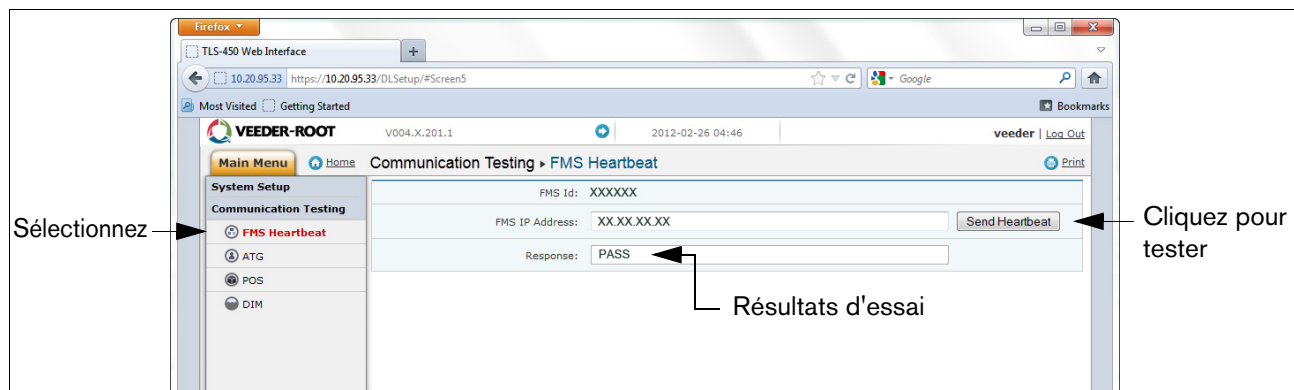

Figure A-18. Ecran FMS Heartbeat
19. L'enregistreur de données devrait maintenant être configuré pour recueillir les données d'inventaire et transactionnelles, qui seront régulièrement récupérées par FMS. Pour vérifier la connectivité avec FMS, reconnectez l'enregistreur de données au modem cellulaire ou réseau. Accédez à l'écran de test des communications de l'application DLSetup, cliquez sur « FMS Heartbeat », puis cliquez sur le bouton « envoyer Heartbeat » (voir la Figure A-18.). Attendez que le texte « Réponse » indique SUCCES ou ECHEC. Un SUCCES confirme que l'enregistreur de données communique bien avec FMS. Un ECHEC indique que la connexion est interrompue. Vous devrez contacter FMS ou l'administrateur réseau pour vous aider à trouver une solution.